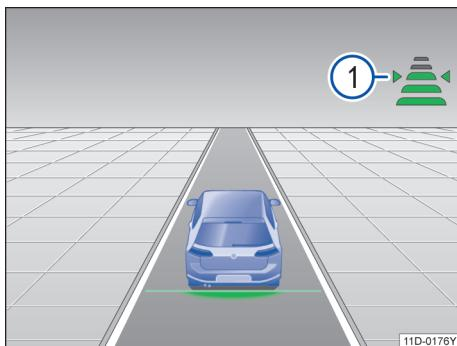

图 102 在组合仪表显示屏上：已设置车距 ①，自适应巡航调节（示意图）
1. 按压按钮 ④。
2. 按压按钮 ⑤ 或 ⑥，或通过相应按钮滑动调节。
3. 其他方法：反复按压按钮 ④，直至调节到所需的车距。
组合仪表显示屏上显示设定的挡位→图 102 ①。遵守交通规则对最小车距的规定。